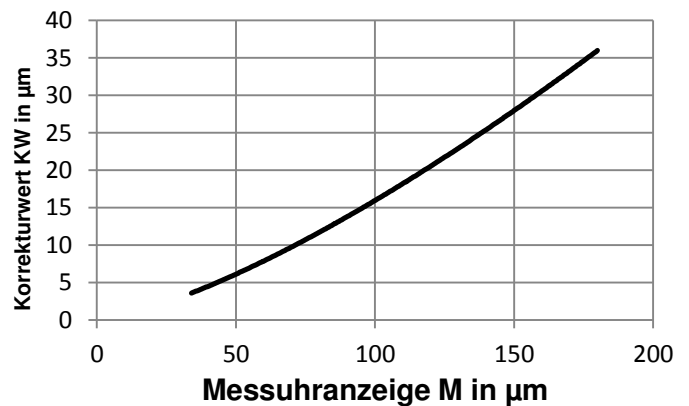

Bild 5: Zusammenhang zwischen Korrekturwert und Messuhranzeige
- 4) Korrekturwert KW aus Bild 5 bestimmen